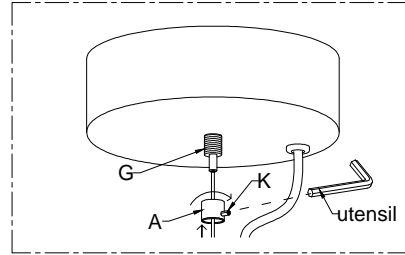

Fig. 2
- Appoggiare il rosone al soffitto. A posizionamento effettuato avvitare con cura il particolare (A) , al bloccacavo (G) . ( FIG. 2).
- Avvitare il grano di sicurezza (K) ( Fig. 2).
- Version Dimmable connect the cables inside the box (V) matching the polarity, and close the box (Fig. A ) .
- Place the canopy in the ceiling. Screw with care the particular (A), the block cable (G).(Fig.2).
- Screw the safety screw (K) (Fig.2).